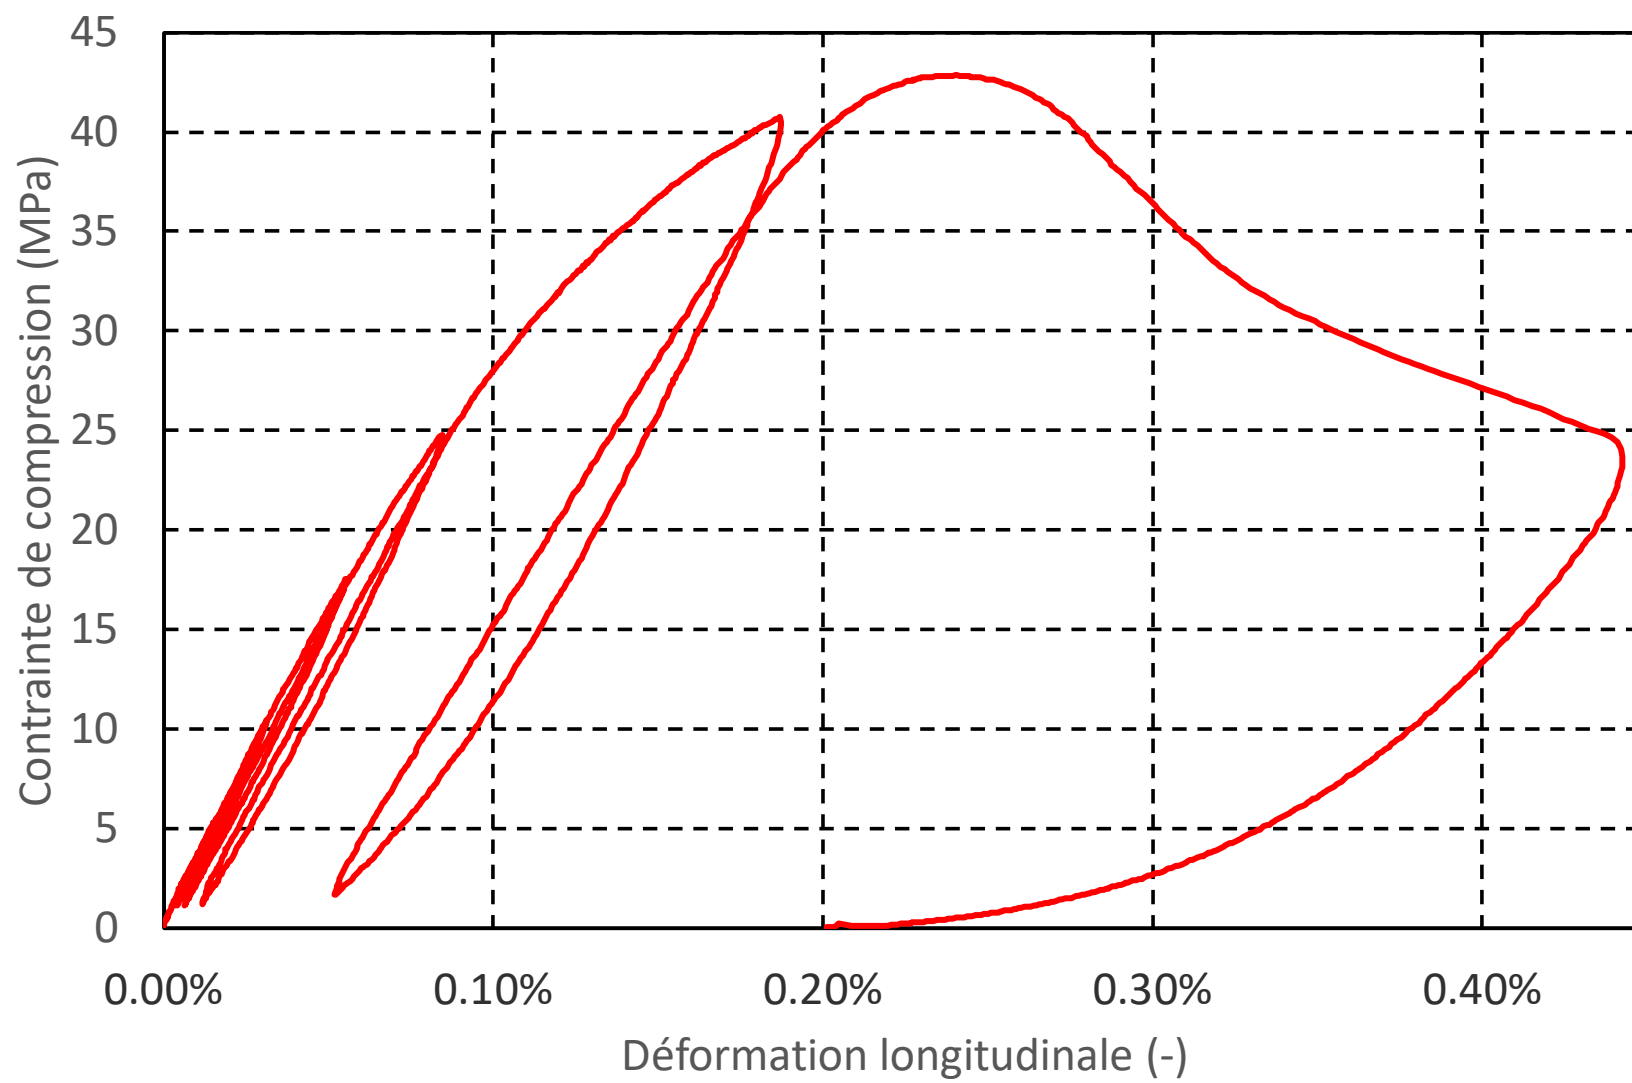

Figure 4 : courbe contrainte déformation du béton testé
2. A l'aide de l'extensomètre ci-dessus, on a obtenu le résultat illustré par la **Figure 4 en annexe** de ce document. Identifiez sur ce graphe : **3 pt**